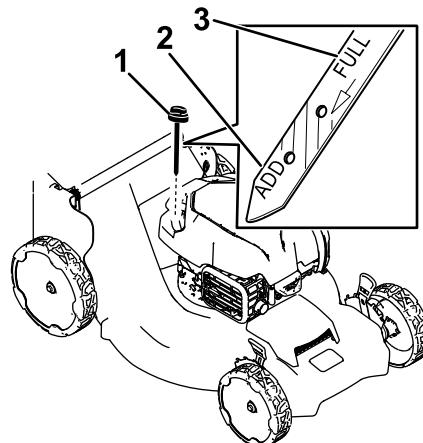

Figure 22
3. Tournez le bouchon dans le sens antihoraire et sortez la jauge (Figure 22).
4. Inclinez la machine sur le côté (filtre à air en haut) pour vidanger l'huile usagée par le tube de remplissage (Figure 22).